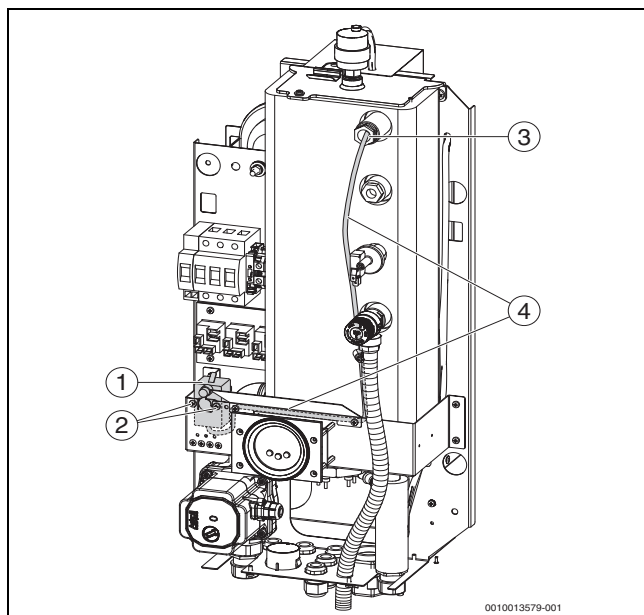

Fig. 30 Plasarea limitatorului de temperatură de siguranță și a senzorului capilar
- ▶ Extrageți arcul deblocare din teaca de imersie, scoateți senzorul capilar al termostatului, desfaceți capilarele din fascicul, deșurubați și extrageți STB-ul inițial. (→ Fig. 30, [3, 4])